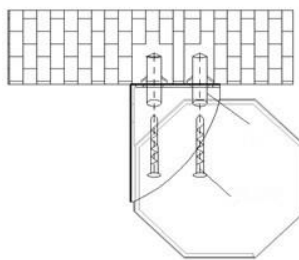

Fig.5
2. Insérer les ancrages muraux dans les quatre trous percés au plafond puis insérer les vis dans les embouts pour les insérer ensuite dans les ancrages. S'assurer de serrer les vis sans briser les ancrages (Fig. 5).